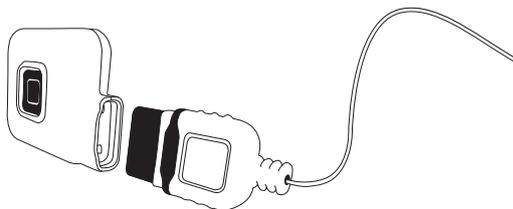

Figura 25. Ligue o cabo de diagnóstico e o neuroestimulador externo
- Introduza a extremidade da ficha do cabo de diagnóstico nas tomadas de saída do neuroestimulador externo (Figura 25).